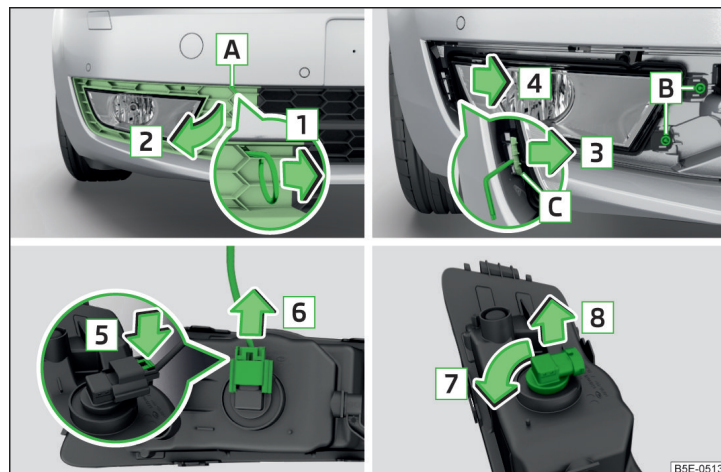

Fig. 223 Desmontar el faro antiniebla / Cambiar la bombilla - variante 1
- Introducir en la apertura **A** » fig. 223 el estribo para retirar los tapacubos integrales » página 221, Equipo de herramientas a bordo.
- Monte el faro antiniebla en sentido contrario al de la flecha **4** » fig. 223 y enrósquelo.